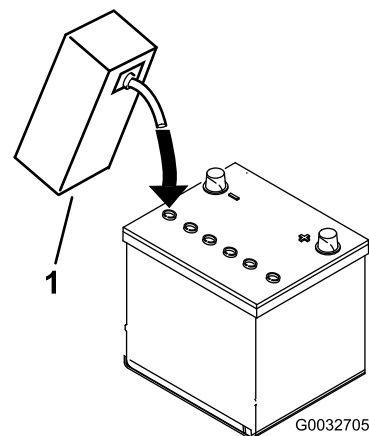

図 6
3. 各セルの電極板が液面下 6 mm程度に水没するまで、電解液を慎重に入れる 図 6。
4. 電極板が液を吸収するまで20-30分間程度待つ。必要に応じて、電極板が 6 mm程度水没するぐらいに電解液を補充する 図 6。